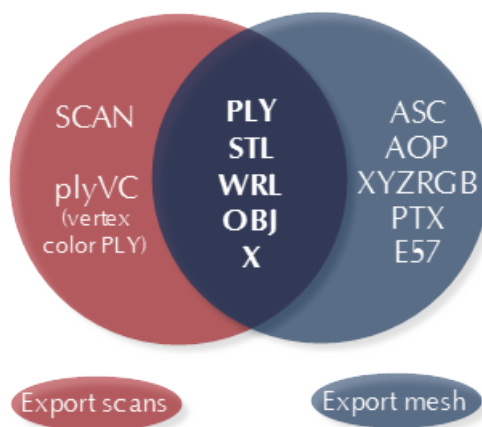

Рис. 7.2: Форматы, доступные для определенной команды, и общие для обеих команд.
4. Укажите *Формат экспорта сканов*, используя одноименный выпадающий список (см. Рис. 7.2).